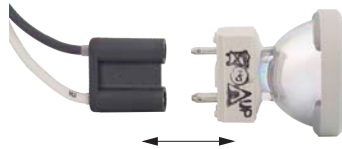

Abb. 13 Lampenstecker von Xenon-Lampe trennen
- ➡ Trennen Sie den Lampenstecker von der Xenon-Lampe, siehe Abb. 13 und entfernen Sie die Xenon-Lampe.